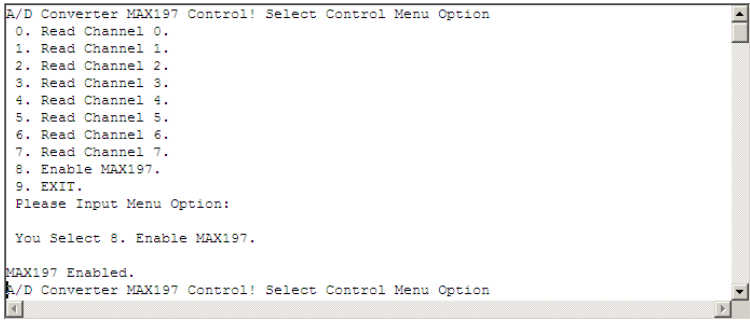

图 36-14 使能 MAX197
- (1) 在 Keil μ Vision3 集成开发环境中，选择“Debug”→“Start/Stop Debug Session”命令，进入仿真分析模式。
- (2) 选择“View”→“Serial Window”→“UART #0”命令，打开串口仿真接口。
- (3) 选择“Peripherals”→“I/O-Ports”→“Port 0”命令，打开并行端口 P0 仿真界面。按照同样的方法，打开并行端口 P1 的仿真界面。
- (4) 选择“Debug”→“Go”命令，开始执行仿真。
- (5) 此时，在串行仿真接口中便输出读写 MAX197 的控制菜单。首先输入“8”使能 MAX197，如图 36-14 所示。